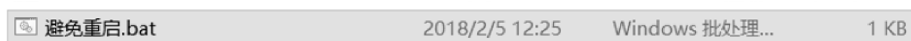

图 1-2 “避免重启”文件
- (1) 关闭电脑防火墙及电脑所有杀毒软件。
- (2) 右击“避免重启”文件,如图 1-2 所示,单击“以管理员身份运行”。